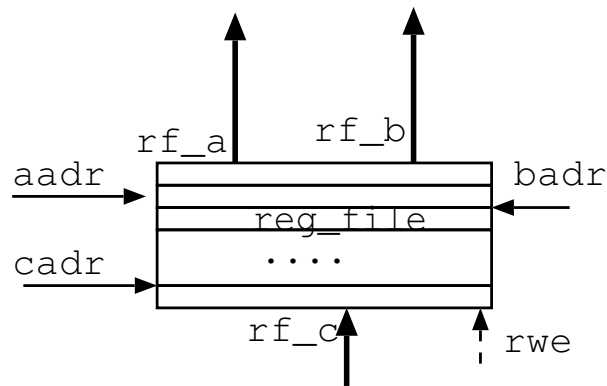

図 1: レジスタファイル
- アキュムレータの代わりにレジスタファイルを使う。レジスタファイルは図 1 に示す 3 ポート構造を想定する（今の POCO なら実は読み出しの a ポートアドレスと書き込みの c ポートアドレスは共有可能である）。レジスタファイルは一種のメモリであり、aadr から与えられた番号（3 ビット）のレジスタが内容が rf_a に読み出され、badr に与えられた番号（3 ビット）のレジスタの内容が rf_b に読み出される。一方、書き込みについては、cadr に与えた番号のレジスタに対して、rwe が 1 の時のクロックの立ち上がりで、rf_c からのデータが書き込まれる。aadr, badr, cadr は ir 中の命令でレジスタを表すフィールドにより指定する。
最初に図 1 の Verilog 記述は以下のようになる。